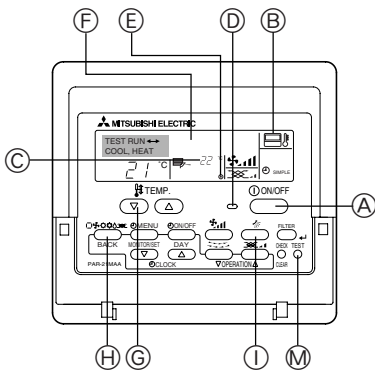

Fig. 7-1
7.2.1. Kablolu uzaktan kumanda kullanarak (Fig. 7-1)
- ① Elektrik şalterini çalıştırma denemesinden en az 12 saat önce açın.
- ② [TEST] düğmesine iki kere basın. ⇒ "TEST RUN" LCD ekranı
- ③ [Mode selection] (mod seçimi) düğmesine basın. ⇒ Dışarıya hava üflendiğinden emin olun.
- ④ [Mode selection] (mod seçimi) düğmesine basın ve soğutma (ya da ısıtma) moduna geçin. ⇒ Dışarıya soğuk (veya sıcak) hava üflendiğinden emin olun.
- ⑤ [Fan speed] (rüzgar hızı) düğmesine basın. ⇒ Rüzgar hızının devreye girdiğinden emin olun.
- ⑥ Dış ünite fanının çalışmasını kontrol edin.
- ⑦ [ON/OFF] (açma/kapatma) düğmesine basarak çalıştırma denemesini kaldırın. ⇒ Durdur
- ⑧ Bir telefon numarası kaydedin.